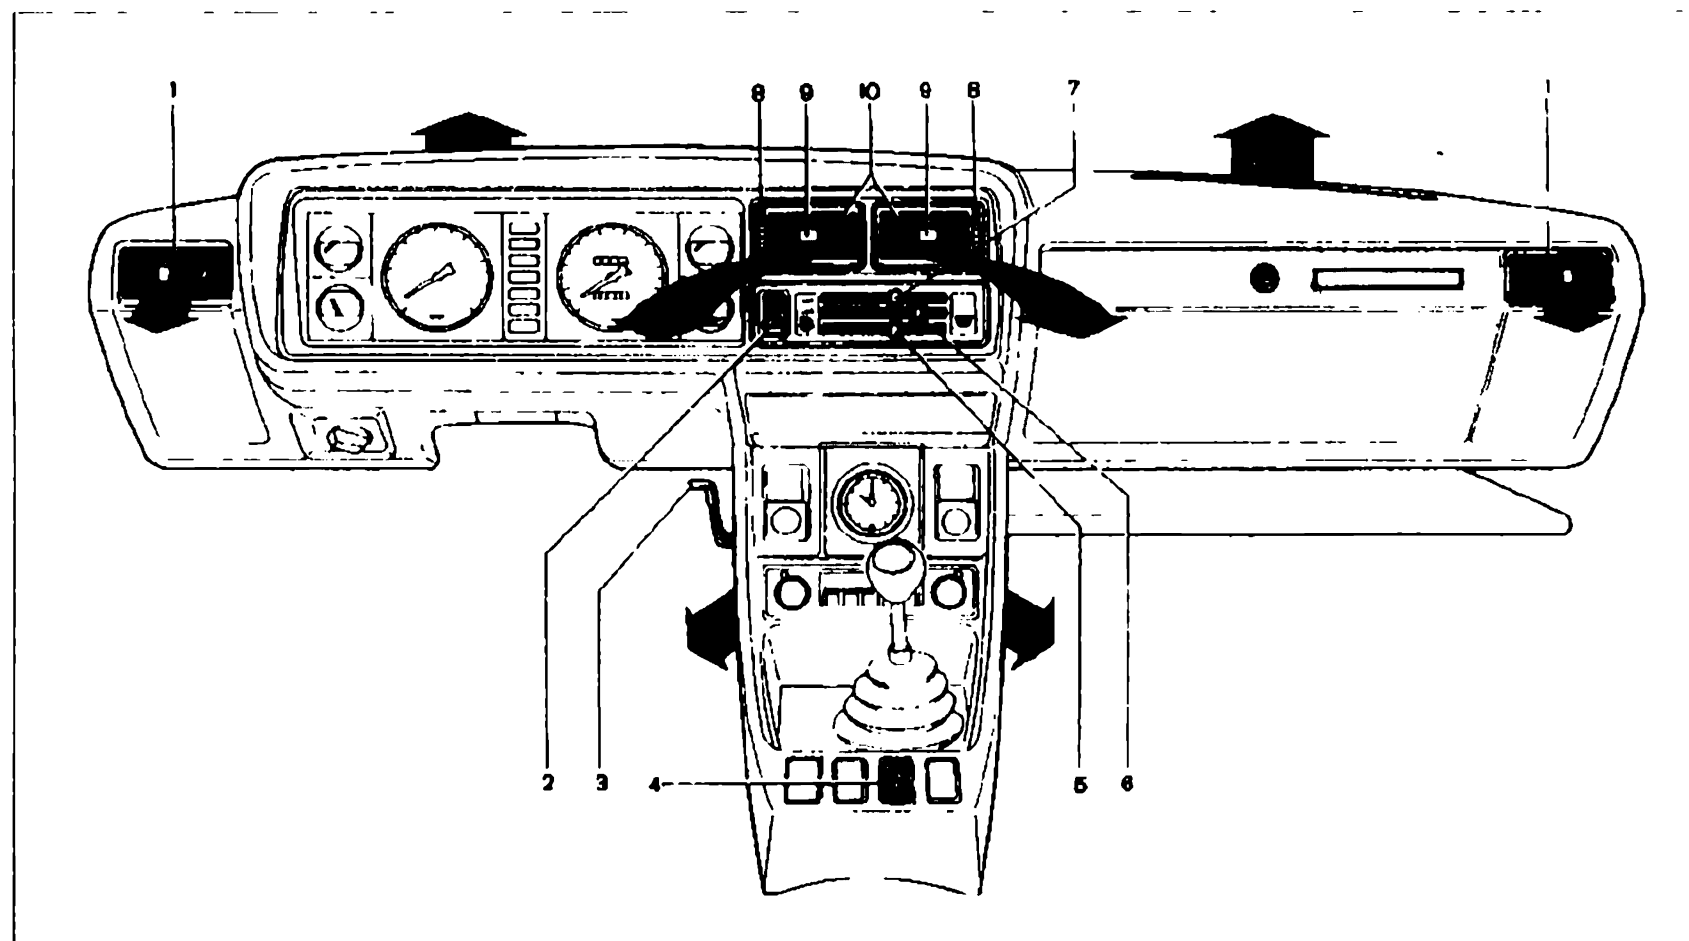

Рис.30. Органы управления вентиляцией и отоплением салона
- через верхние сопла на панели приборов, если переместить вправо распределительный рычаг 5 (рис.30) и рычаг 6 управления крышкой люка воздухопритока;